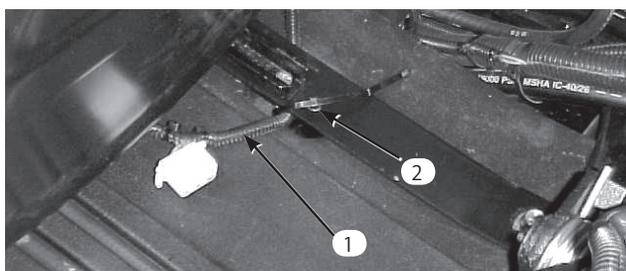

図6
6. 座席を一番後ろまでスライドさせ、コードを引いて、使用しない方のコネクタが図6の位置にきたら2本のコードを束ねてストラップの一番後ろの穴に縛りつける (ケーブル・タイはシート・キットに付属)。